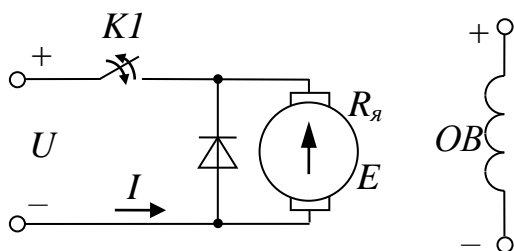
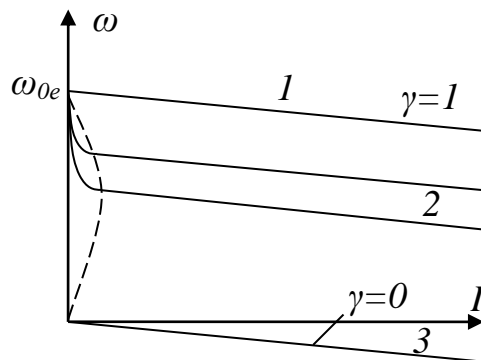

Рисунок 3.34 – Импульсное изменение напряжения на якоре
Рисунок 3.35 – Характеристики ДПТ НВ при импульсном изменении напряжения на якоре
4.3 Импульсное регулирование напряжения на якоре (рисунок 3.34) – якорь периодически подключается к источнику напряжения U ; ключ замкнут – течет ток якоря $I_я$ под действием напряжения U , разомкнут – течет ток I_c под действием ЭДС самоиндукции (рисунок 3.35).